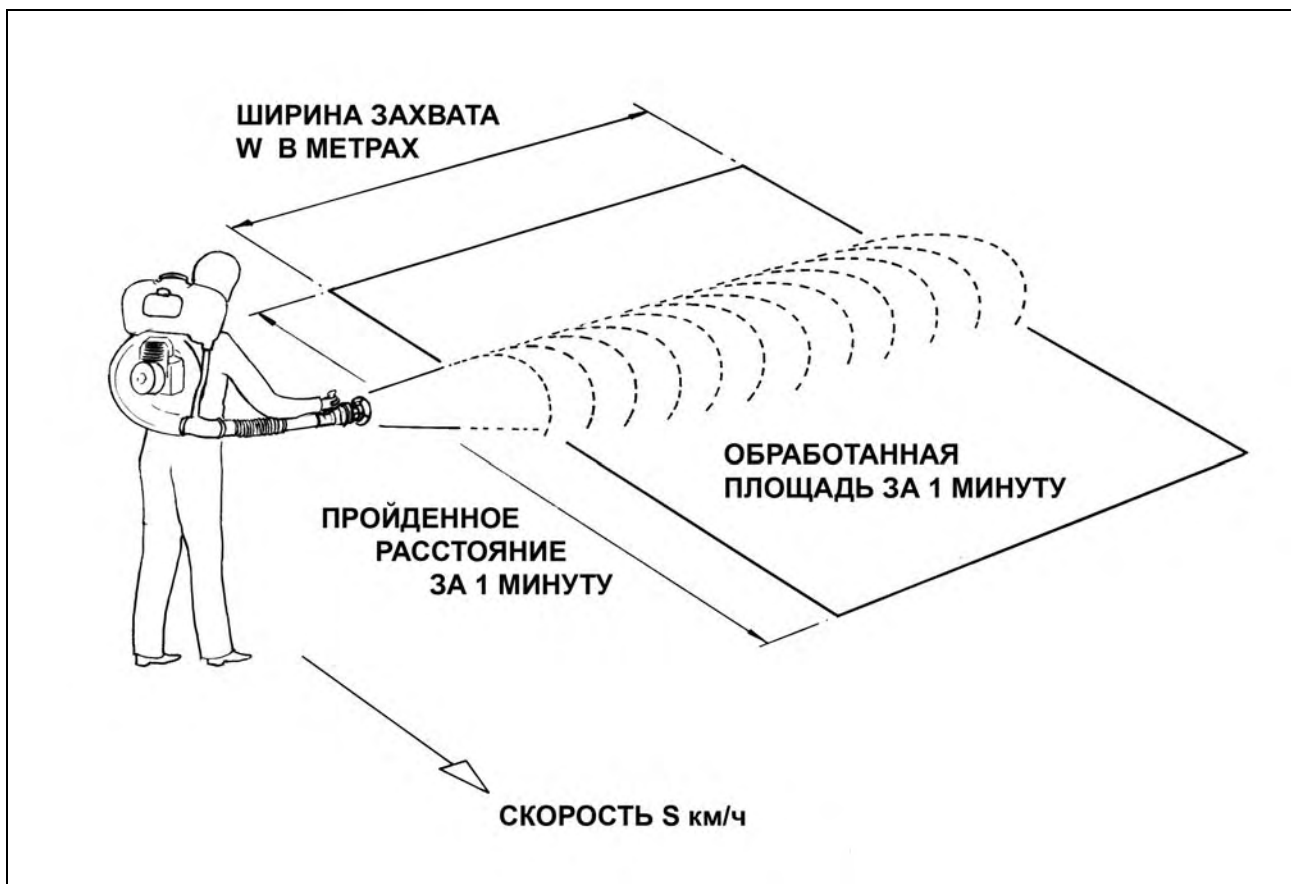

Рис. 3 – Площадь покрытия опрыскивателя
3. Рассчитайте обработанную площадь опрыскивателем в минуту. На рис.3 показана работа опрыскивателя на полевой культуре.